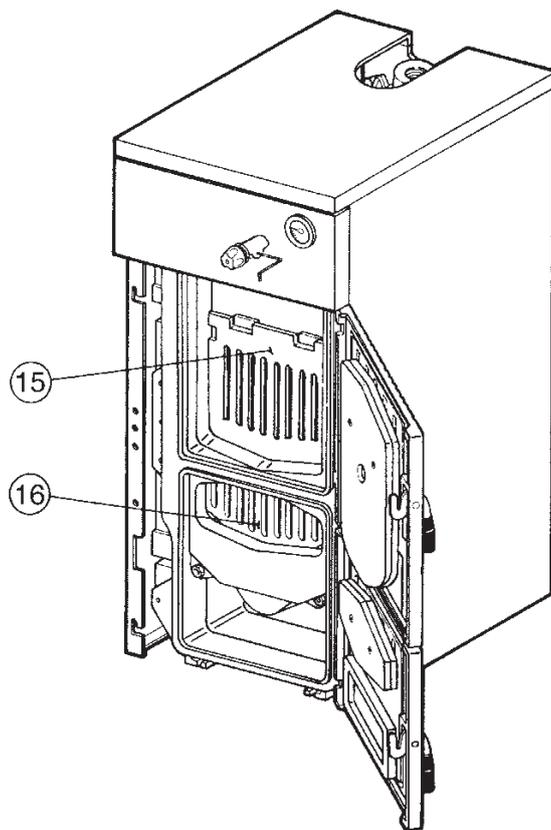

Рис. 3
6.01 Установить термостатический регулятор тяги (h) на специальном соединении 3/4", расположенном в центре передней части котла (см. рис. 3).